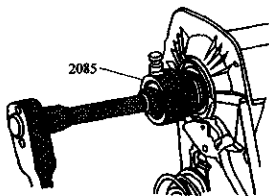

图 2-60 油封取出器 2085 的使用
9) 将油封取出器 2085 的内件旋出, 直到与外件平齐后, 拧紧滚花螺钉将其固定, 如图 2-60 所示。